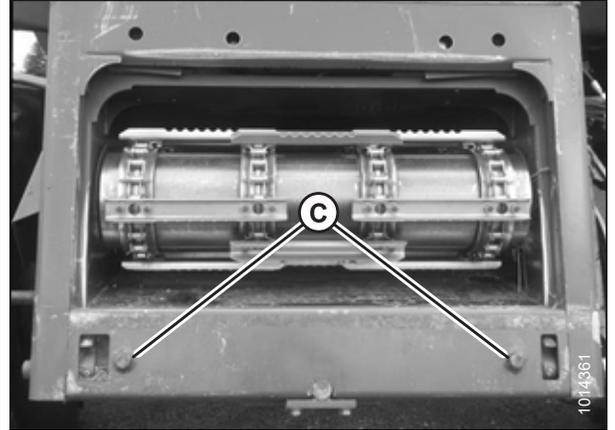

Abbildung 4.69: Anbaunasen AGCO Group
2. Den Mähdrescher anlassen und langsam auf das Schneidwerk zufahren, bis der Schrägförderer direkt unter dem Aufnahmerahmen am Floatmodul (A) ist und die Führungzapfen (C) (siehe Abb. 4.69, Seite 345) am Schrägförderer auf die Rundlöcher (B) im Floatmodul-Tragrahmen ausgerichtet sind.